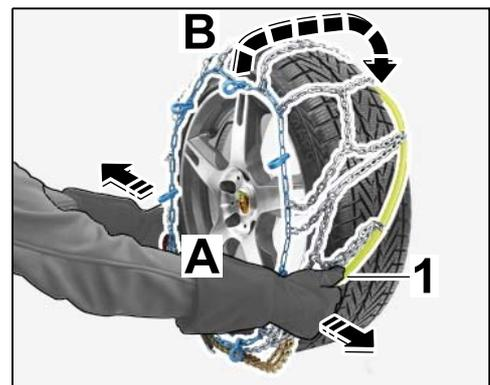

Figura 4
- 2.1.3 Separar los extremos del arco de acero flexible tanto como sea posible (⇒ *Figura 4-A-*) y pasar la cadena antideslizante desde arriba por encima de la rueda (⇒ *Figura 4-B-*).